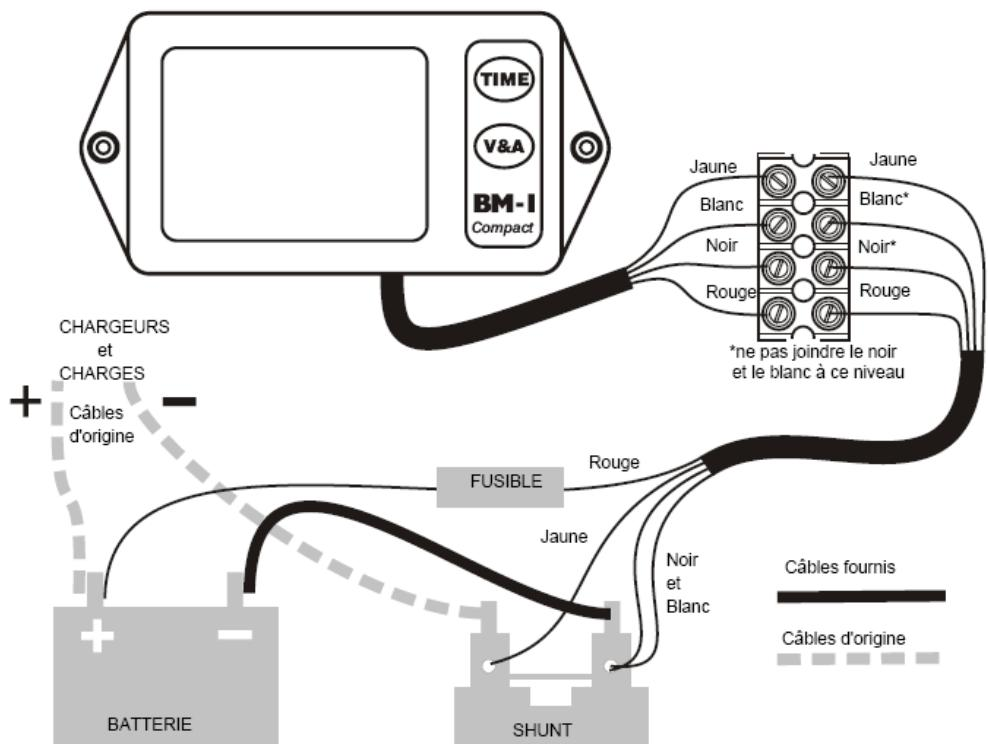

Figure 1 : Plan de câblage
- 6- Démontez la borne NEGATIVE de la batterie et reliez-la au shunt (voir figure 1)
- 7- Connectez les câbles noir et blanc puis le câble jaune au shunt (voir figure 1)
- 8- Connectez le câble (court et noir) au shunt et à la borne NEGATIVE de la batterie (voir figure 1). Assurez-vous que le shunt est placé bien au sec et loin de tout autre contact électrique potentiel. Notez que le shunt peut devenir chaud lors du passage de courant.